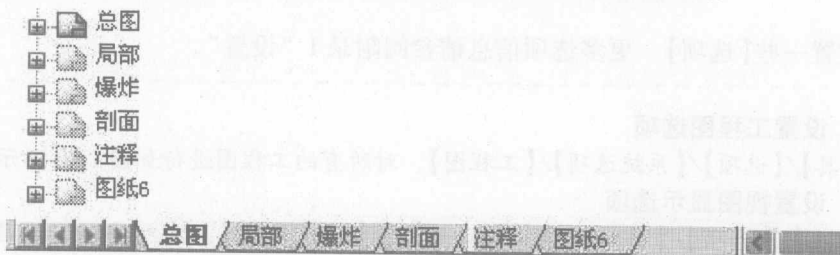

图 1-6 默认图纸顺序
**1. 默认图纸顺序** 工程图图纸是按创建的先后顺序排序的。它们的名字出现在 FeatureManager 里, 并且显示于图形窗口的底部, 排列成类似 Excel 的工作表风格, 如图 1-6 所示。要激活一张图纸, 只需要在 FeatureManager 中右键单击需要激活的图纸, 然后选择【激活】或者直接单击页标签。